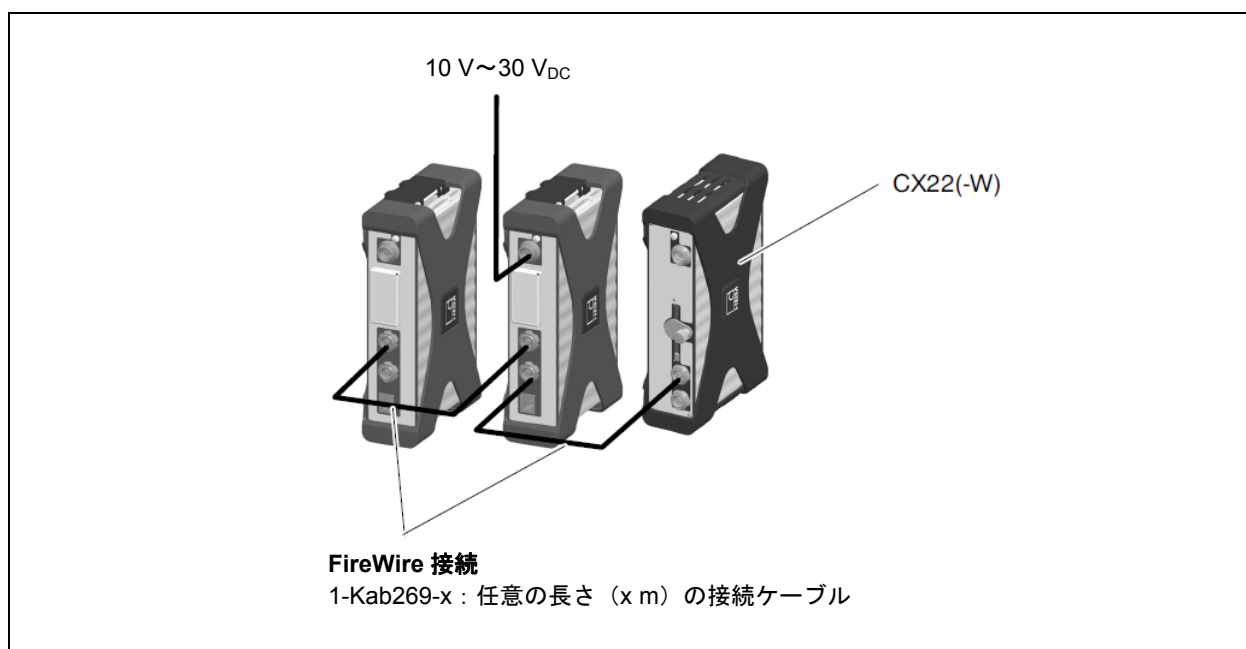

図 5.1 : QuantumX モジュールを CX22-W データレコーダに接続する
10 V～30 V (DC) の供給電圧を、X103 接続部に適用します (図 5.1 を参照)。電源が必要な他の QuantumX モジュールを CX22-W に接続する場合は、十分な電力を備えた電源を使用してください。HBM で販売している NTX001 パワーパックは、CX22-W に加えてさらに 2 台のモジュールへの電源供給が可能です。